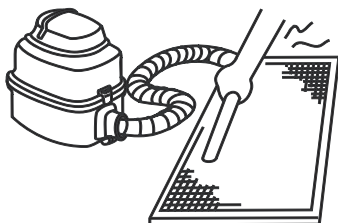

Рисунок 13.3
- a. Во время чистки пылесосом приточная сторона фильтра должна быть направлена вверх. (См. рис. 13.3).